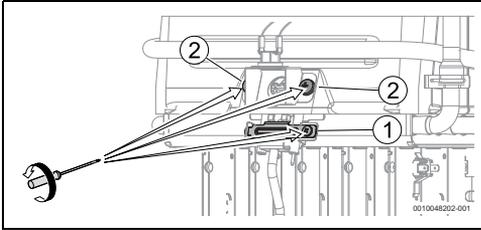

Bild 20
- ▶ Befestigungsschraube der Zündbrennerhalterung entfernen, Abb. 20, [1].
- ▶ Befestigungsschrauben der Halterung der Einrichtung zur Zustandsüberwachung der Brennkammer entfernen, Abb. 20, [2].